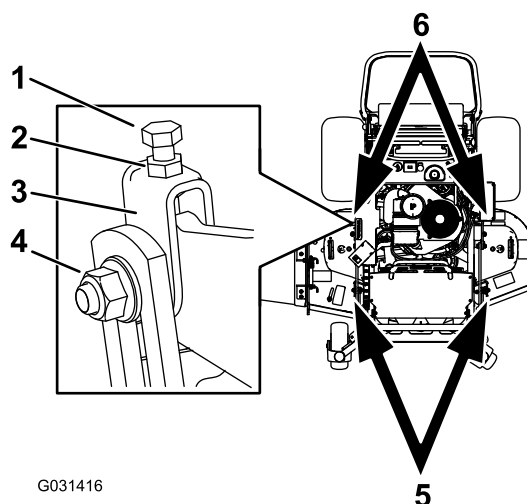

Figure 90
1. Desserrez l'écrou de blocage et le boulon latéral sur les chapes que vous voulez régler (Figure 90).
2. Tournez le boulon supérieur des chapes pour régler la hauteur du plateau de coupe (Figure 90).
5. Si la mesure n'est pas correcte, localisez les 2 chapes avant sur la machine (Figure 90).